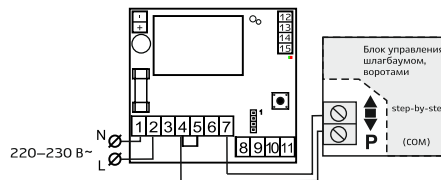

Рис. 4 — Быстрый старт
4.1. Быстрый старт (подключение к автоматике шлагбаума или ворот), см. рис. 4
Режим короткой команды. Применяется для управления сторонней автоматикой (см. рис. 1 и рис. 4). Длительность команды — 1,5 с.